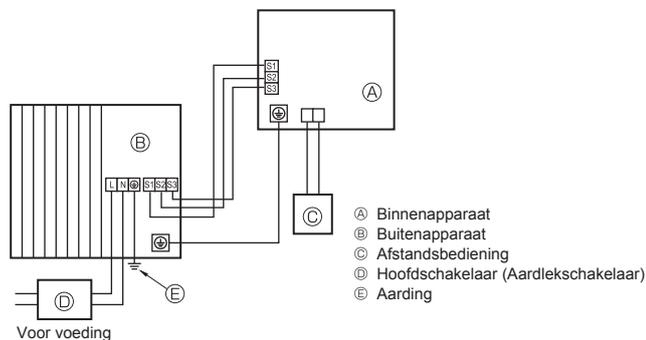
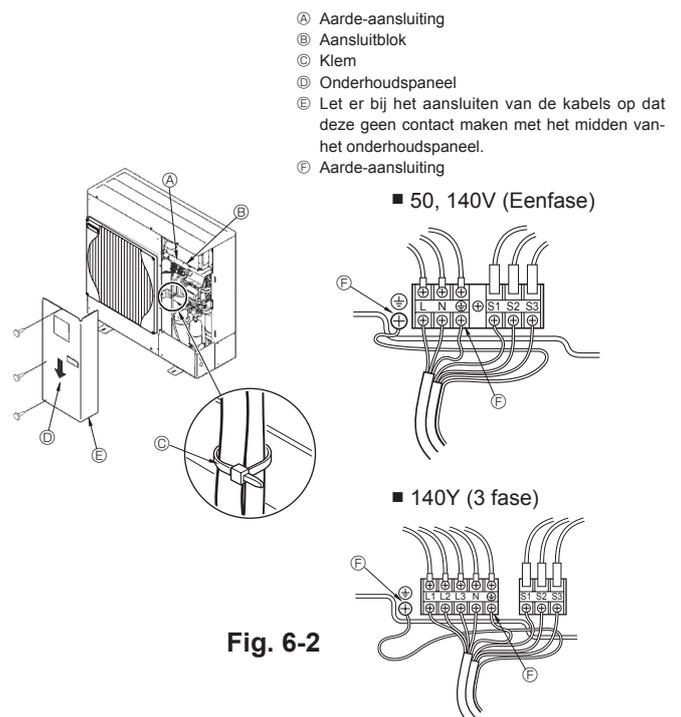

Fig. 6-1
Fig. 6-2
6.1. Buitenapparaat (Fig. 6-1, Fig. 6-2)
- 2 Sluit de kabels aan aan de hand van Fig. 6-1 en 6-2.